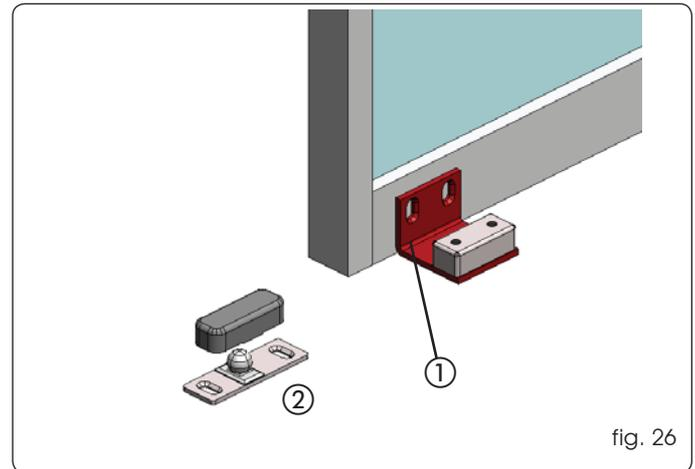

fig. 26
- Fixer les patins d'après la fig. 26 réf. ① avec des vis adéquates.
- Fixer directement le patin au sol, d'après la fig. 26 réf. ② avec des tasseaux et des vis adéquats.